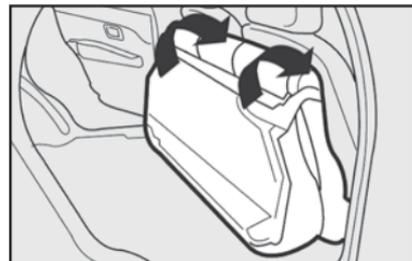

fig. 125
6) Incline hacia adelante el asiento trasero completo de manera que se obtenga una superficie de carga única **fig. 125**.
### Para colocar el asiento en su posición normal - fig. 125: